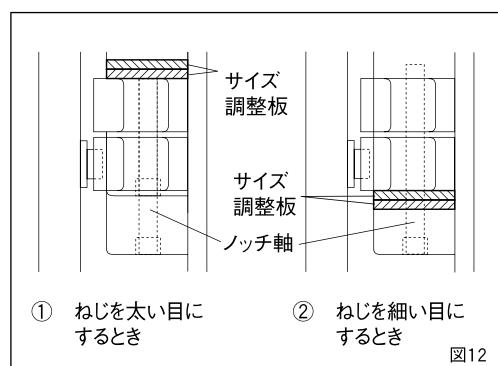

図12
- ① ノッチ軸を（-）ドライバーで緩めます。
- ② 位置決めノッチを押さえながらノッチ軸を外します。
- ③ 位置決めノッチをその下にあるピンとバネが飛び出さないよう、注意しながら外します。
- ④ サイズ調整板を図12-①②のどちらかを選び挿入してください。
- ⑤ バネ及びピンを切上げブロックの所定の穴に入れ、位置決めノッチで押さえます。
- ⑥ ノッチ軸を切上げブロックに通し、位置決めノッチ、サイズ調整板をセットします。
- ⑦ （-）ドライバーでノッチ軸をしっかり締付けてください。